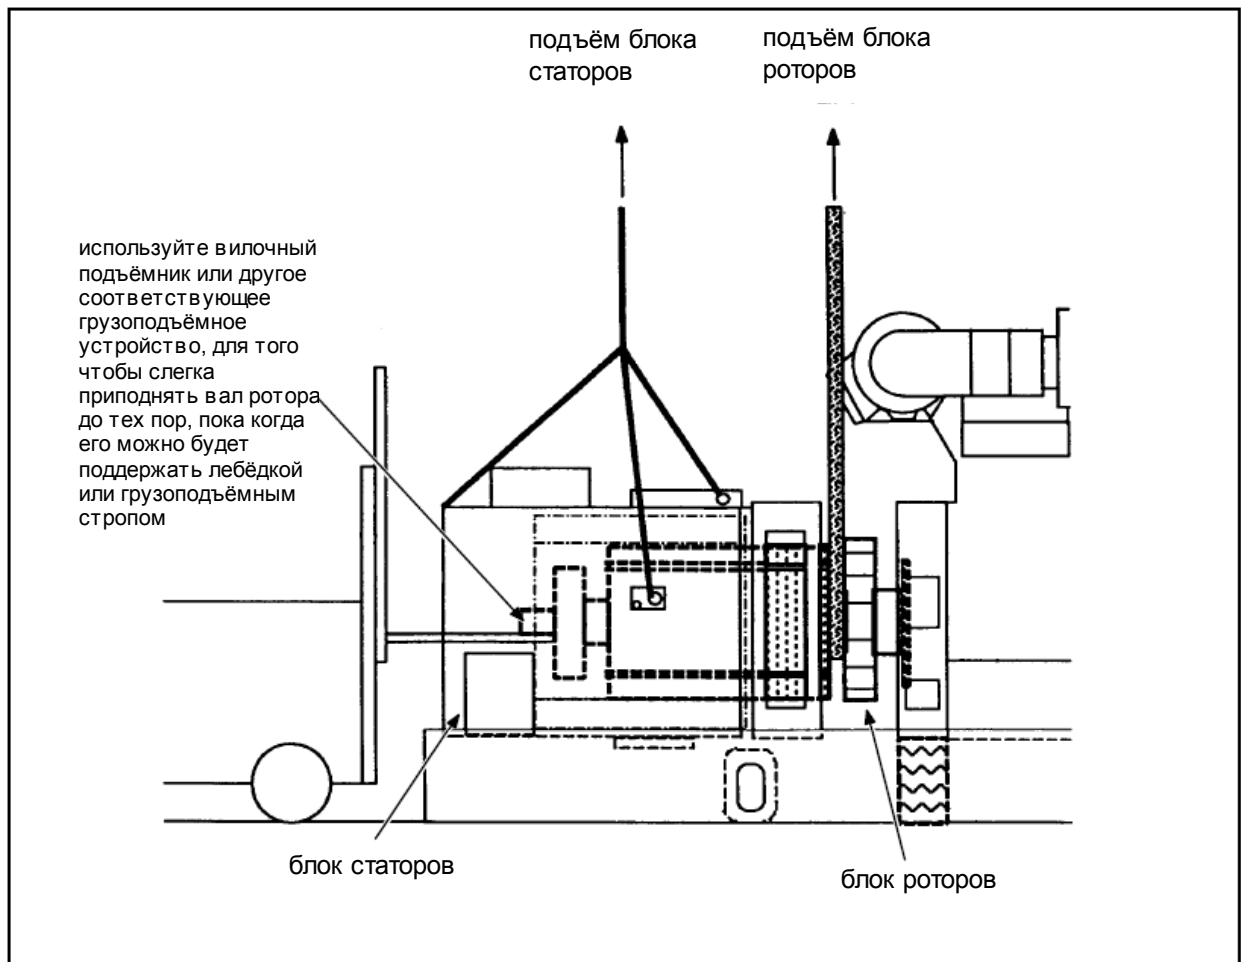

Рисунок 6-10. Снятие блока статоров
20. Если генераторная установка на концевой части (N855 и K19) не имеет креплений для корпуса, заблокируйте заднюю часть двигателя посредством поддержки картера маховика. Для поддержания задней части двигателя требуется длинный стальной швеллер и деревянная подкладка. Поместите швеллер и подкладку под картер маховика. Опускайте генератор до тех пор, пока большая часть веса установки не будет поддерживаться подкладкой (смотрите рисунок 6-10).